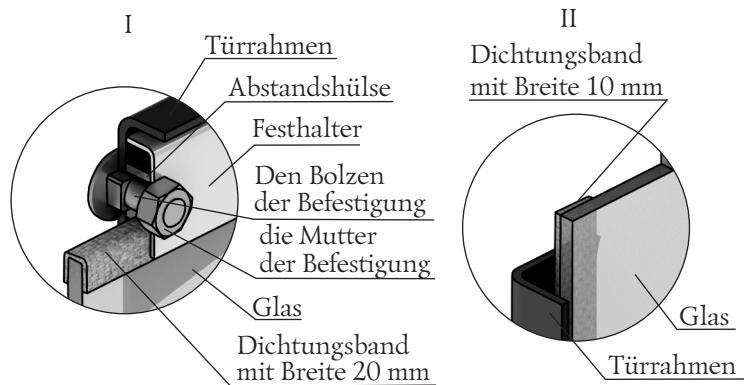

Bild 12. Befestigung des lichtdurchlässigen Schirms der Modelltür «Vitra»
1. 2 Muttern lösen, die den Festhalter fixieren (Bild 12.I), und ihn und Abstandshülse demontieren.
3. Nehmen Sie ein neues Glas, wenn es keine Dichtungsbänder hat, ist zu kleben: Band mit Breite 20 mm wird über und unter das Glas «Π»-förmig (Bild 12.I), Band mit Breite 10 mm wird senkrecht, Glasseitenwände entlang (Bild 12.II) geklebt.
4. Das Glas in die Stütze einstellen, dabei soll von den Seiten geklebte Band (senkrechte) должна zwischen dem Glas und den Türrahmen geklemmt sein (Bild 12.II).
ACHTUNG! Muttern, die den Festhalter befestigen, werden an die Befestigungsschrauben durch Abstandshülse angezogen (Bild 12.I).